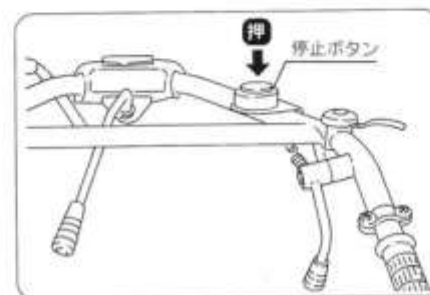

図11
- ④ 停止ボタンを押してください。エンジンが停止します。(図11)